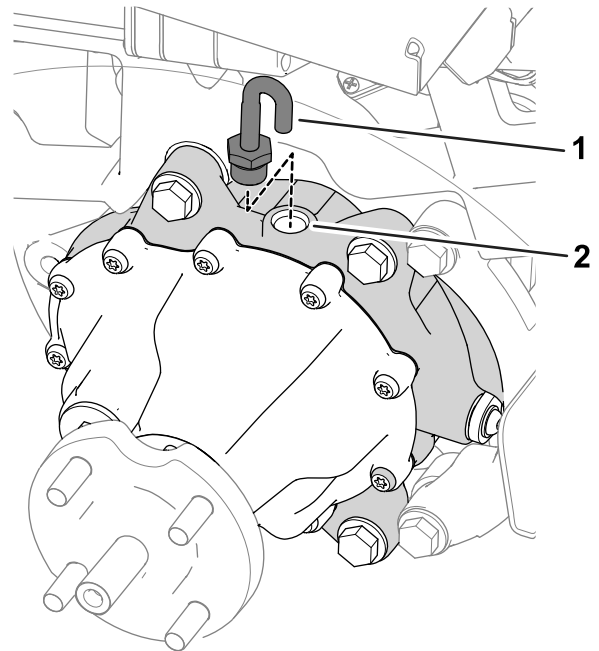

Figura 9
1. Togliete il flessibile di sfiato e il raccordo dalla parte superiore della scatola a ingranaggi (Figura 9).
3. Montate il flessibile di sfiato e il raccordo nel foro di riempimento (Figura 9).